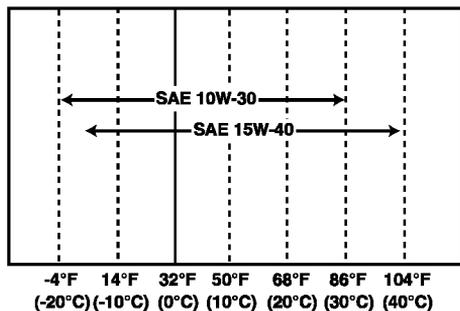

Abbildung 7
- Ölviskosität je nach Umgebungstemperatur wählen, bei der der Motor betrieben wird. Siehe hierzu SAE-Betriebsviskositätstabelle (**Abbildung 7**).